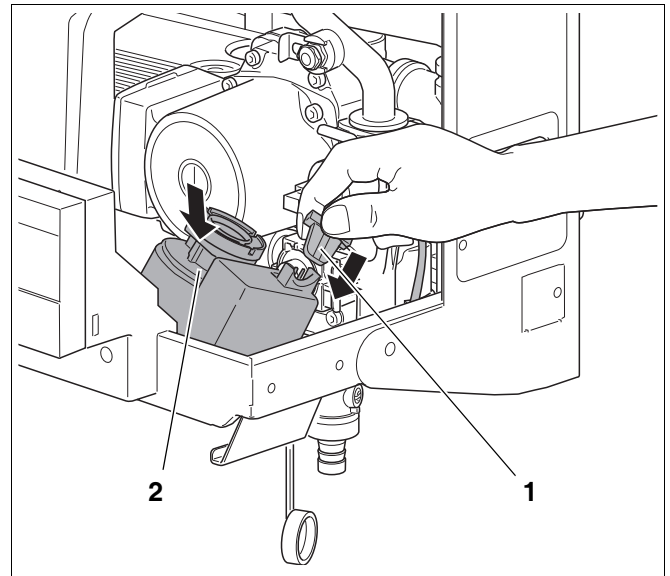

Abb. 18 Motor des internen Dreiwegeventils montieren
- Steckkontakt vom Motor des internen Dreiwegeventils einstecken (Abb. 18, **Pos. 1**).
- Motor vom Dreiwegeventil montieren (siehe Abb. 18, **Pos. 2**).